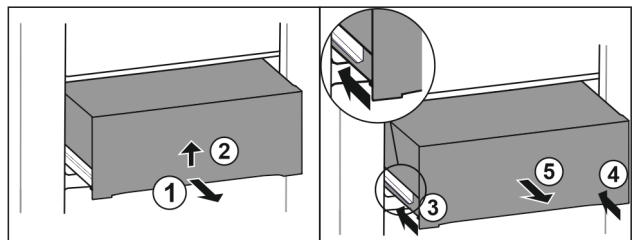

Fig. 26
- Tirer le tiroir jusqu'à mi-chemin. Fig. 26 (1)
- Soulevez le tiroir par le bas. Fig. 26 (2)
- Rentrer le rail de gauche. Fig. 26 (3)
- Rentrer le rail de droite. Fig. 26 (4)
- Retirer le tiroir par l'avant. Fig. 26 (5)